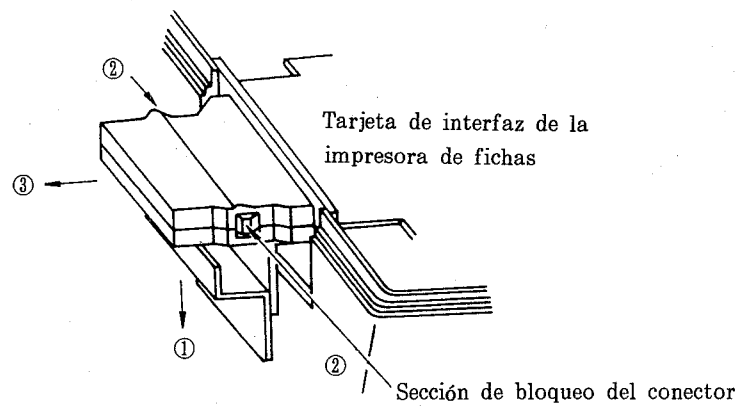

Figura 46
- (3) Procedimiento de extracción de la ER-52SP
Afloje el tornillo de fijación del conector y deslice hacia abajo el ángulo conector (1). Presione la sección de bloqueo del conector y tire del conector de la ER-52SP. (Vea la figura 46.)